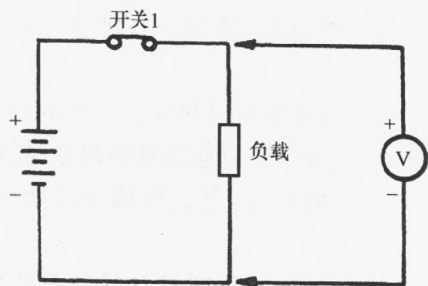

图 1.1 通常将电压表与电路相并联
(1) 电压测量 通常使用电压表或示波器来测量电路的电压。电压为零应该表示短路,而电压读数低表明有短路元件。请记住,当测量电压时,电压表一般与电路相并联,如图 1.1 所示。